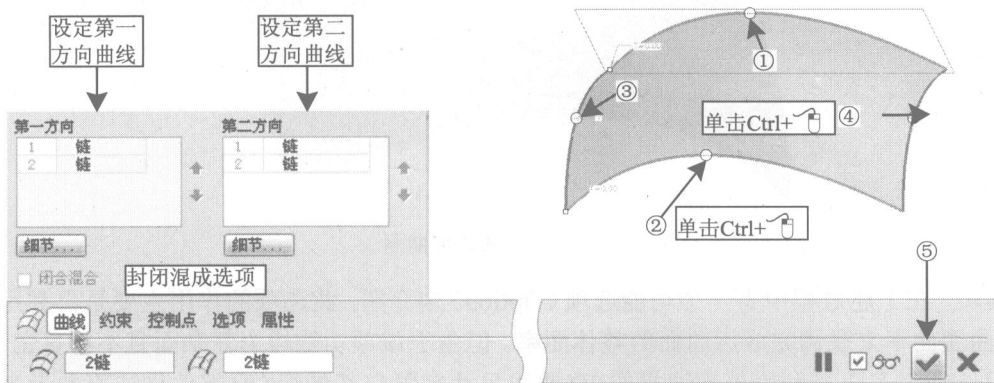

图 1-9 混合曲面 (Boundary Blend) - 设定曲线方向
单击选择窗口下方设定窗口的曲线 (Curves)。再在第一方向 (First direction) 内选择①与②两处→再在第二方向 (Second direction) 选择③与④两处→⑤单击 ☒ 确定, 如图 1-9 所示。